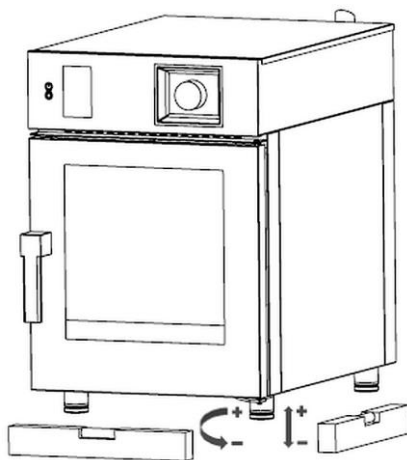

Fig. 2
- Placer l'appareil à l'horizontale et pour ce faire, régler la hauteur des pieds à l'aide d'un niveau à bulle comme indiqué sur la fig. 2.